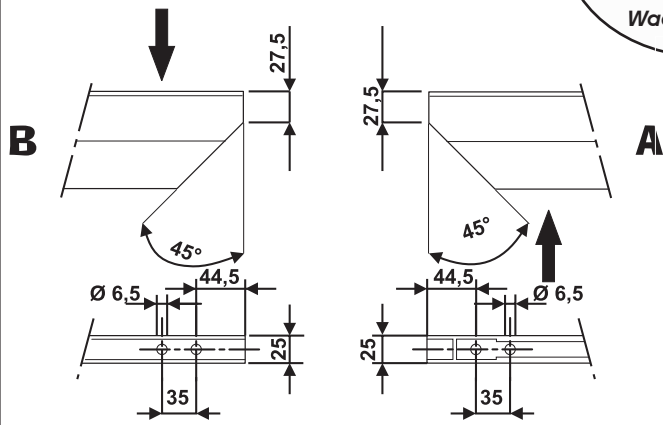

Fig. 3
- 2) Tagliare i due spezzoni di sbarra e praticare le forature per il fissaggio degli snodi come in fig. 3.
- 2) Cut the two beam sections and drill the holes for securing the joints as in fig. 3.
- 2) Couper la lisse à l'endroit souhaité en pratiquant les onglets, pour obtenir les deux parties A et B. Pratiquer les perçages nécessaires à la fixation de l'articulation comme mentionné fig. 3.
2) Die beiden Balkenabschnitte schneiden und die Bohrungen für die Befestigung der Gelenkstücke, wie in Abb. 3 gezeigt, ausführen.